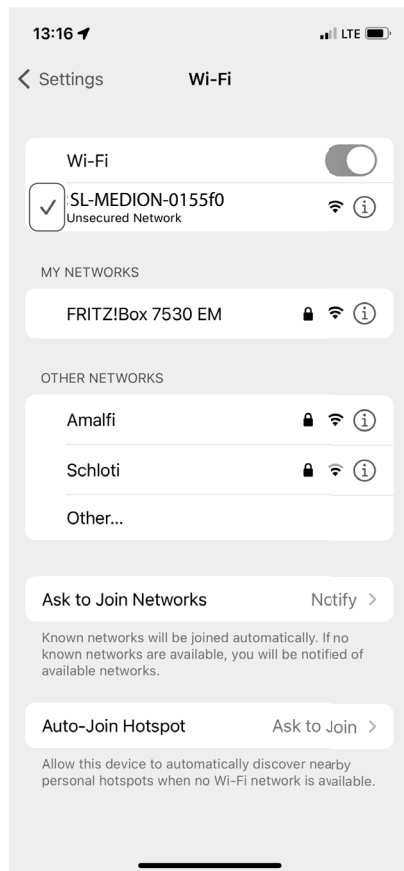

Fig. 8
- ▶ Espere a que se haya establecido la conexión (normalmente, indicado mediante una marca de verificación junto al nombre de la red, fig. 8).